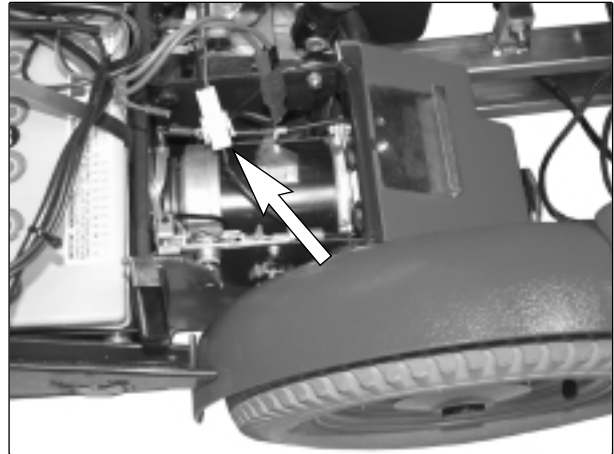

Abb. 16. Anschlusskabel Magnetbremse
6. Lösen Sie das Anschlusskabel der Magnetbremse, siehe Abb. 16.